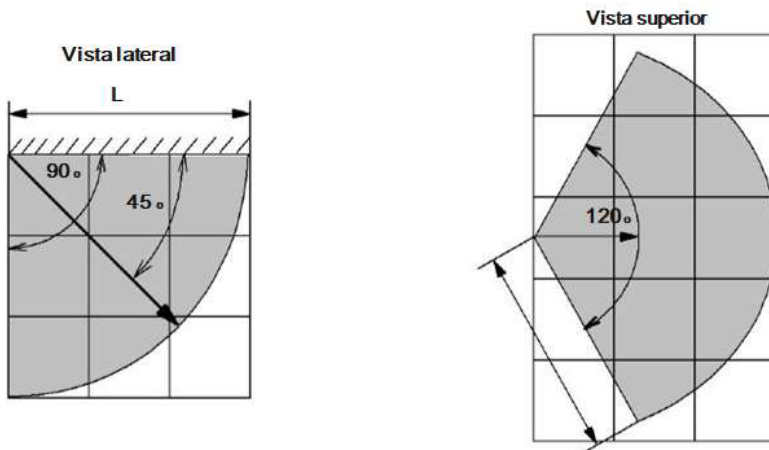

Figura 1 - Patrón de detección
- Al elegir el lugar de instalación, se debe tener en cuenta la ubicación de la zona de detección del detector (Figura 1);
- La distancia (L) entre el detector y el punto más alejado del vidrio no debe exceder los 6 metros.